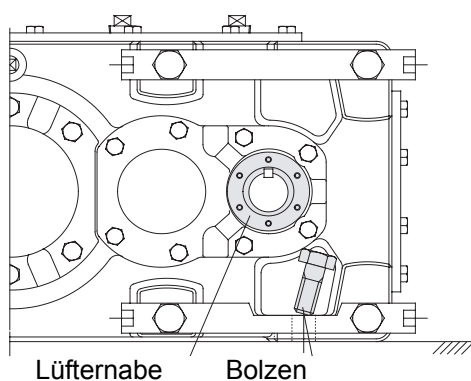

Abb. 5
3. Untersetzungsgetriebe mit Bolzen auf der Montagefläche montieren (Abb. 5).